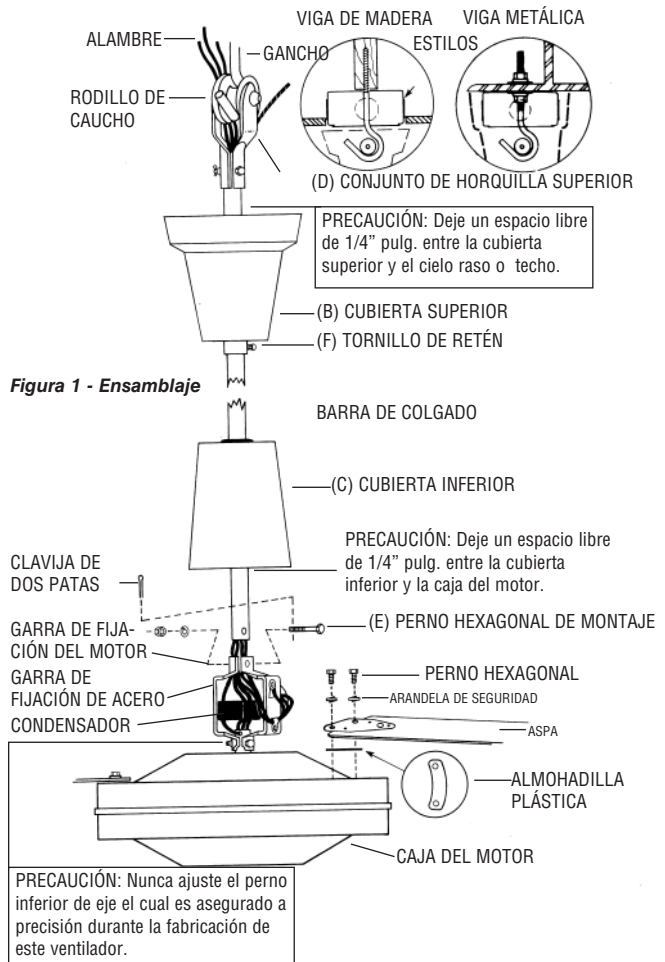

Figura 1 - Ensamblaje
2. En la garra de fijación (A) del motor, retire la clavija de dos patas y afloje la tuerca hexagonal. Retire cuidadosamente la arandela resortada y el tornillo hexagonal (E). (Véase la Figura 1)
3. Deslice la cubierta superior (B) (en forma de campana) hacia arriba por la barra. Deslice la cubierta inferior (C) hacia arriba por la barra.
4. Inserte los 5 cables eléctricos y el cable de seguridad a través del orificio central en la garra de fijación de acero sobre el motor (A) y luego continúe insertando los cables eléctricos y el cable de seguridad a través de la barra de colgado hasta que los cables eléctricos y el cable salgan en el extremo superior (horquilla).
**PRECAUCIÓN:** Las aspas deben sujetarse al motor según se muestra en la Figura 1. NO invierta las aspas durante la instalación.